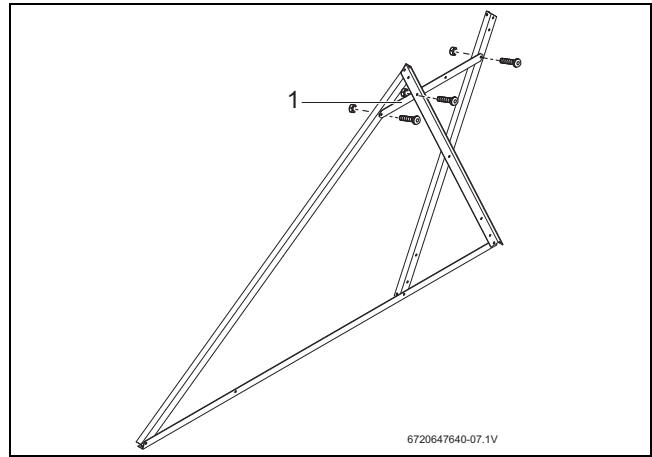

Fig. 13 Montar la barra transversal
- ▶ Atornillar la travesía (Fig. 13, [1]) a los dos perfiles de soporte acumulador y al perfil de soporte del captador.